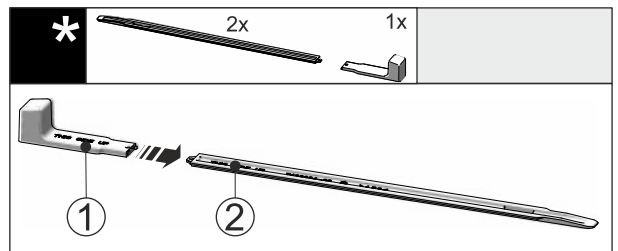

Fig. 50
- Montagegriff Fig. 50 (1) an die Nivellierschiene Fig. 50 (2) stecken.